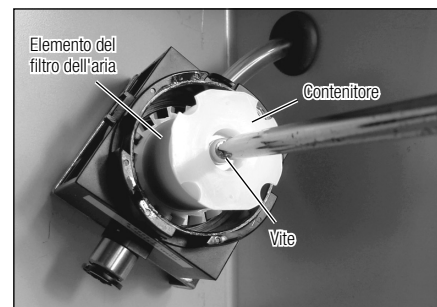

Fig. 36
- 7) Rimuovere la vite sul fondo del contenitore tramite un cacciavite a croce (Fig. 36).